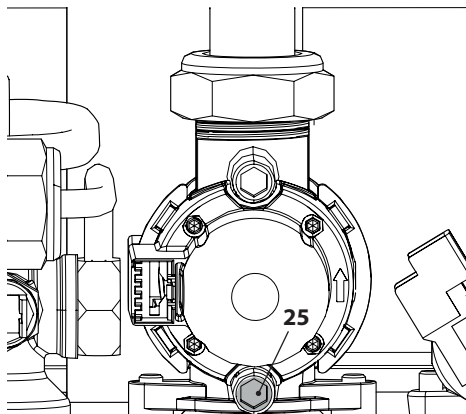

Figura 7.1
- A caldaia spenta (fuori servizio), controllare la pressione di alimentazione utilizzando la presa 25 in Figura 7.1 e confrontare il valore letto con quelli riportati nella tabella Pressioni di alimentazione gas nel paragrafo "Dati tecnici M310V.2025 SM" a pag. 28 e "Dati tecnici M310V.3035 SM" a pag. 32.
- Richiudere bene la presa di pressione 25 in Figura 7.1.